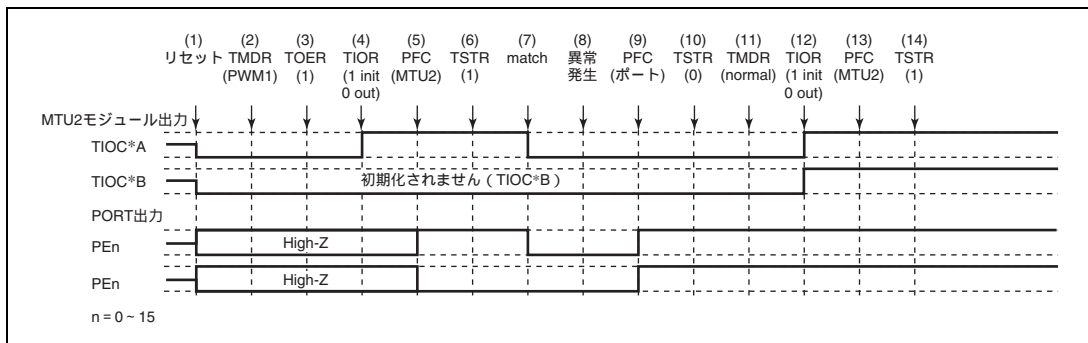

図 11.121 PWM モード 1 で異常が発生し、ノーマルモードで復帰する場合
PWM モード 1 で異常が発生し、再設定後ノーマルモードで再スタートする場合の説明図を図 11.121 に示します。
(1) ~ (10) は図 11.121 と共通です。
(11) PWM モード 1 で再スタートする場合には必要ありません。
(12) TIOR で端子を初期化してください (PWM モード 1 では TIOC*B 側は初期化されません)。
(13) 汎用入出力ポートで本モジュール出力としてください。
(14) TSTR で再スタートします。
(11) PWM モード 2 を設定します。
(12) TIOR で端子を初期化してください (PWM モード 2 では周期レジスタの端子は初期化されません)。
- (1) ~ (10) は図 11.121 と共通です。
(11) 位相計数モードを設定します。
(12) TIOR で端子を初期化してください。
- (11) 波形生成部の初期化のためノーマルモードを設定してください。
- (12) TIOR で PWM モード 1 の波形生成部を初期化してください。
- (13) TIOR で PWM モード 1 の波形生成部の動作を禁止してください。
- (14) TOER でチャンネル 3、4 の出力を禁止してください。
- (15) TOCR で相補 PWM の出力レベルと周期出力の許可禁止を選択してください。
- (16) 相補 PWM を設定します。
- (17) TOER でチャンネル 3、4 の出力を許可してください。
- (18) 汎用入出力ポートで本モジュール出力としてください。
- (19) TSTR で再スタートします。